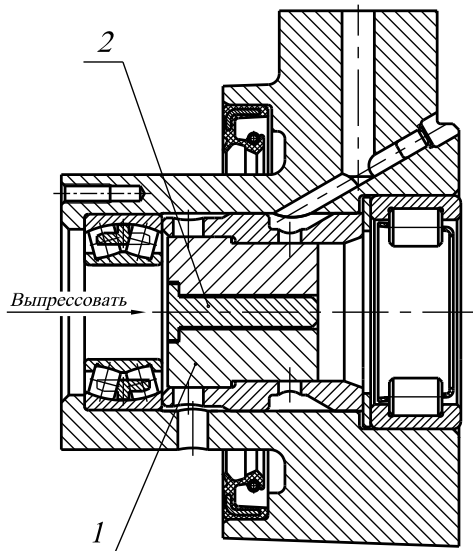

Рис. 104. Выпрессовка распорной втулки
9. Отвернуть болты 19 крепления упорного фланца 16, выпрессовать наружную распорную втулку 21 и наружную обойму заднего подшипника. Во избежании передачи осевого усилия через сепаратор переднего подшипника, выпрессовку необходимо проводить с помощью специального приспособления, как показано на рис. 104 и 105. После этого извлечь из корпуса передний подшипник.